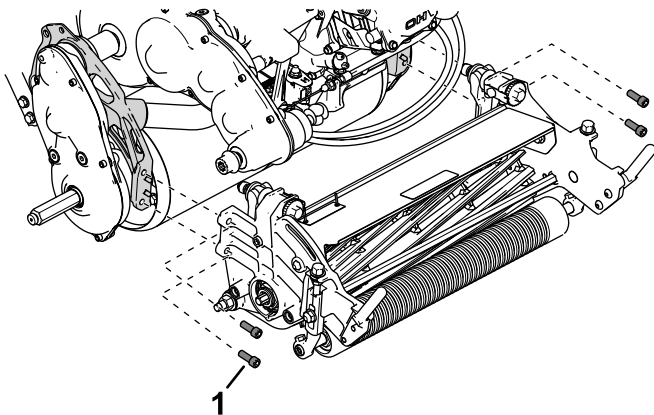

Figure 51
4. Déposez les vis à tête creuse qui fixent l'unité de coupe au cadre (Figure 51).